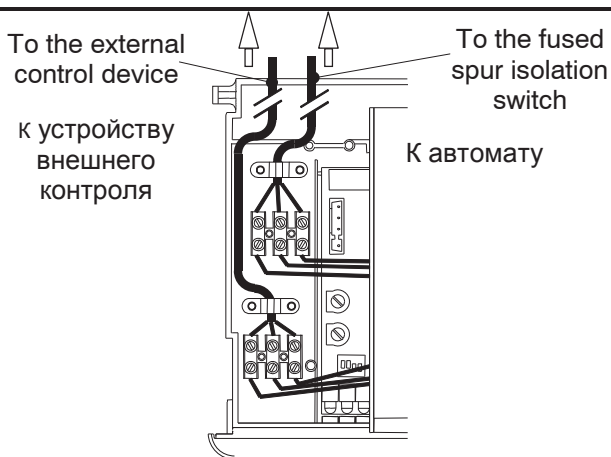

Fig. 5-16
- 16 Route the electrical supply flexible cord and the external control flexible cord as illustrated in Fig. 5-16. Lock the flexible cords in place with the flexible cord clamps
- 8 Разведите провод электропитания и провод внешнего контроля, как указано на рис. 5.16. Зафиксируйте гибкий провод при помощи хомутов.